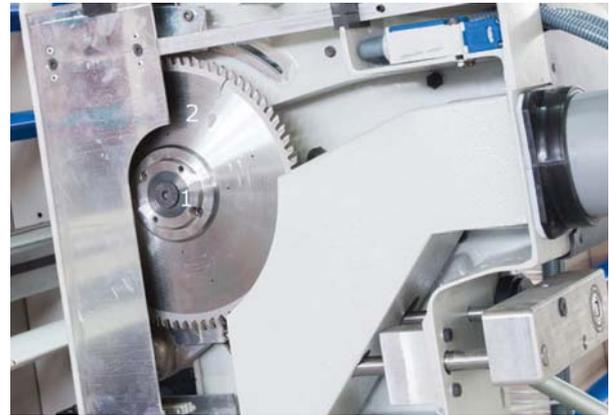

Abb. 36: Sägeblatt wechseln
Schritt 3: Schraube (Pos.1,Abb.36) lösen und Sägeblatt (Pos.2,Abb.36) entnehmen. Darauf achten, dass Sie den Spaltkeil nicht verstellen!